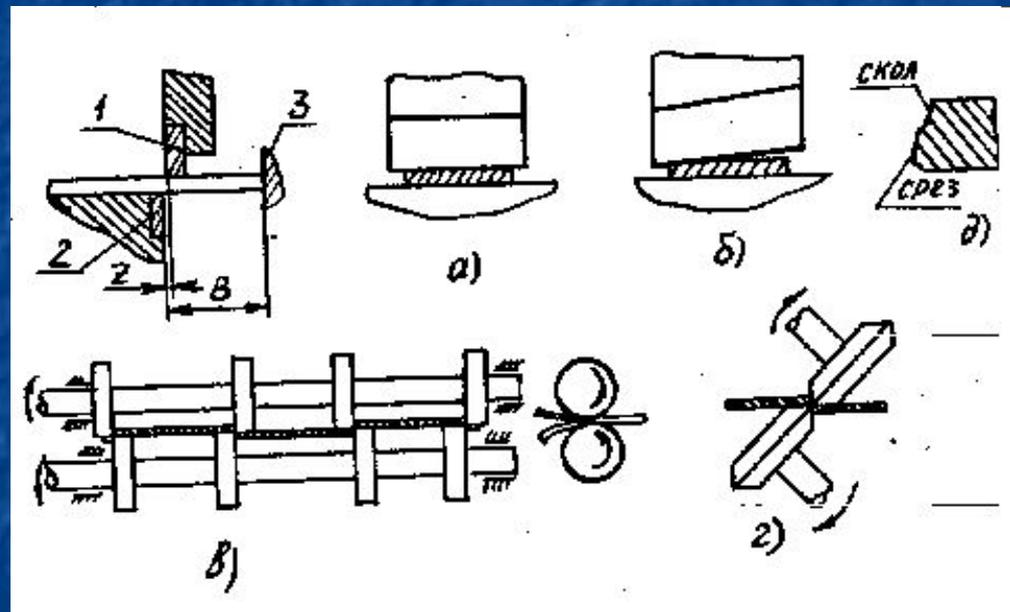

Рис. 9
- 4) ножницы с парнодисковыми наклонно поставленными ножами и др. (рис.9а-г), а также штампы.